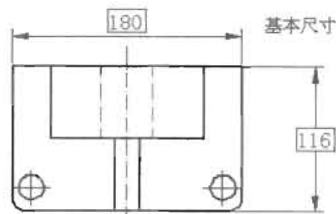

图 10-25
- 基本尺寸：尺寸公差可以通过理论上精确的测量值指定，它们被称为基本尺寸，且将标注置于一个方框中，如图 10-25 所示。